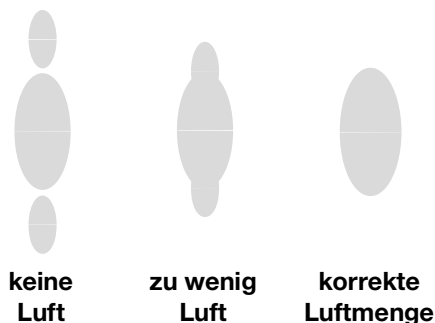

ABB. 6. Spritzbildprobleme
2. Siehe ABB. 6. Für die betätigte Spritzpistole den Zerstäubungsluftdruck auf 35 kPa (0,35 bar, 5 psi) einstellen. Das Spritzbild überprüfen. Den Luftdruck langsam erhöhen, bis ein homogenes Spritzbild entsteht. Der Luftdruck zur Spritzpistole darf 0,7 MPa (7 bar, 100 psi) nicht übersteigen.